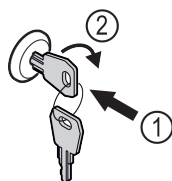

Fig. 87 Eksempelfremstilling
- Trykk inn nøkkelen Fig. 87 (1).
- Vri nøkkelen 90° med klokka Fig. 87 (2).